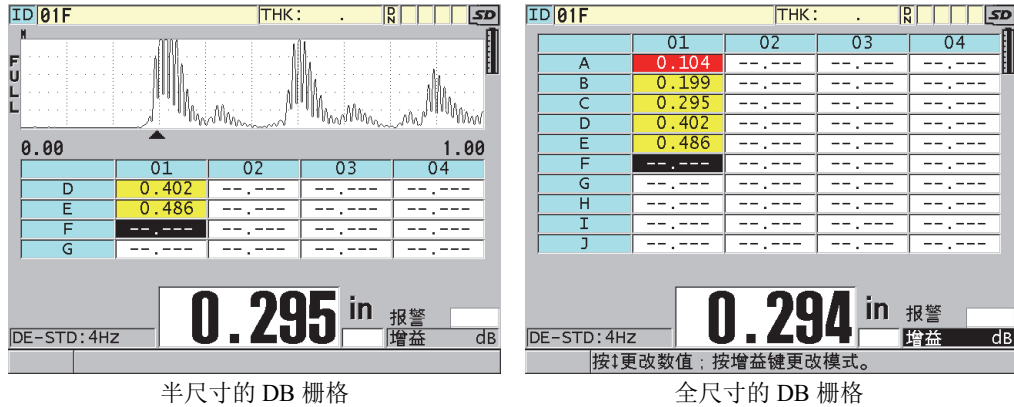

图 10-10 半尺寸和全尺寸的 DB 栅格示例
5. 将 **栅格尺寸** 设为所需的数据库栅格尺寸选项（参见第 156 页的图 10-10）：